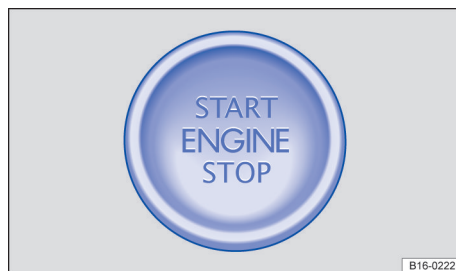

Fig. 92 Na parte inferior do console central: botão de partida para ligar o motor.
- *Veículos com botão de partida*: pressionar o botão de partida brevemente → Fig. 92. Se o motor não puder ser desligado, executar o desligamento de emergência → Página 117.